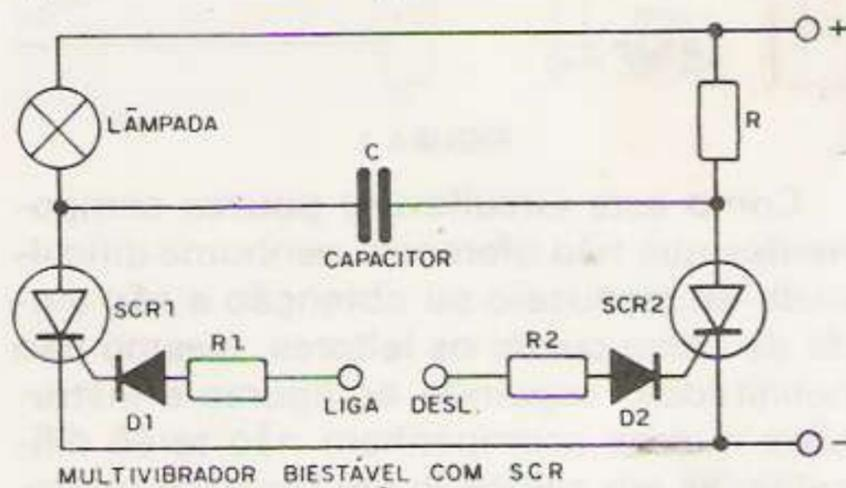

FIGURA 6
Para ligar e também desligar o circuito por meio de toque, o que fazemos é usar dois SCRs numa configuração denominada "multivibrador biestável" mostrada na figura 6 e alimentar o circuito por meio de corrente contínua. Nesta configuração o que ocorre é o seguinte:
I) Imaginemos que inicialmente a lâmpada esteja apagada ou seja, o SCR1 do circuito da figura 6 se encontra "desligado"